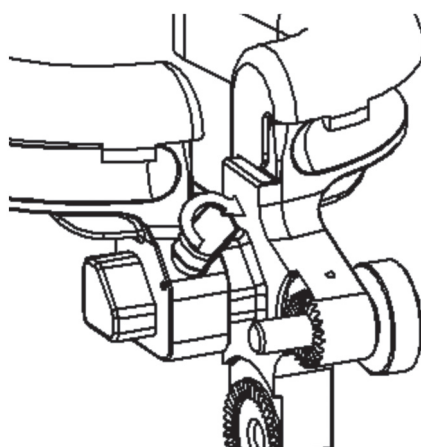

Figura 10
3. Hacer girar en sentido horario el botón de reglaje hasta que esté bien ajustado (Figura 10).